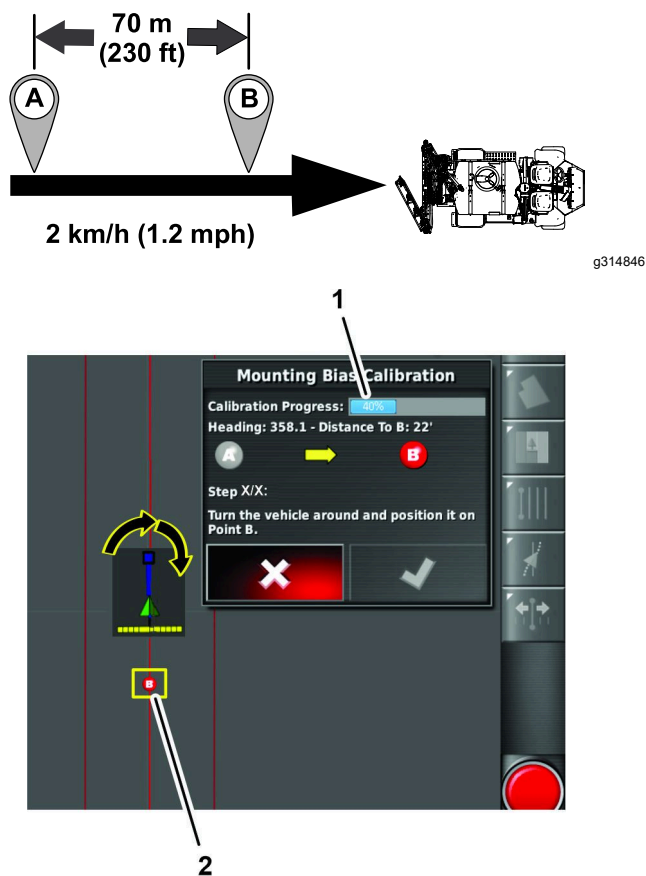

図 169
5. 手動でマシンを2 km/hの速度でまっすぐに前進(図 169)させます。